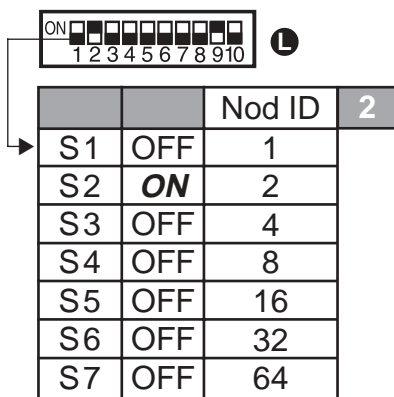

Fig. 9 (Fabriksinställning)
3. Sätt Nod-ID på den fungerande elektroden till 002. **Fig. 9**